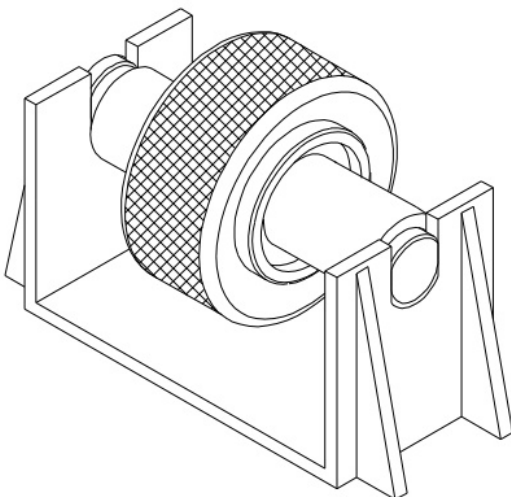

Рис. 5-5
5.1.5 Если диаметр ролика во вращающейся платформой (см. Рис. 5-5) меньше 53 мм, или возникает необычный шум, замените ролик.